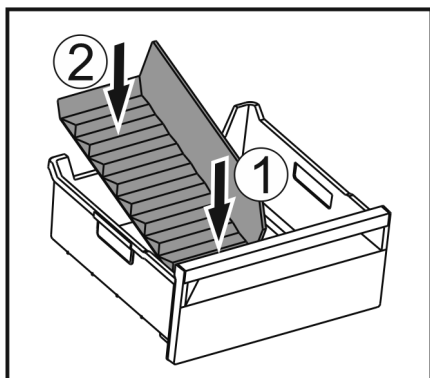

Fig. 71
- ▶ Вставити передню частину перегородки відділення для льоду. Fig. 71 (1)
- ▶ Опустити задню частину перегородки відділення до дна ящика для кубиків льоду. Fig. 71 (2)